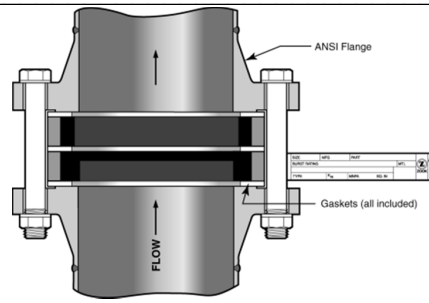

Figura 5
- 2) **Discos de ruptura con escudos de calor - la figura 5**